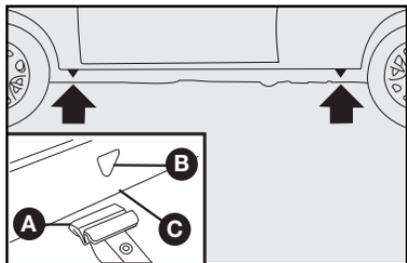

fig. 9
- Coloque el crique donde está marcado el símbolo ▼ **B-fig. 9** cerca de la rueda a ser sustituida y cerciórese de que la ranura A del crique esté bien encajada en el larguero **C-fig. 9**.
3) Coloque el crique en el símbolo ▼ **B-fig. 9** cerca de la rueda que va a cambiar y asegúrese de que la ranura **A** del crique esté bien introducida en el larguero **C**.
Para Strada Adventure, encaje la ranura **A-fig. 9** del crique debajo del **soporte** del estribo lateral.